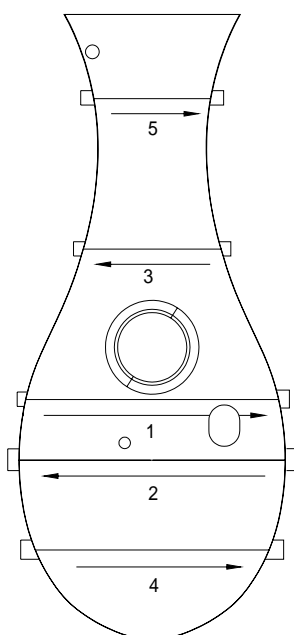

图 16
6.3.2.3 横隔舱拼板焊接按图 16。
- b) 焊接顺序：见图 16 中 1、2、3、4、5；